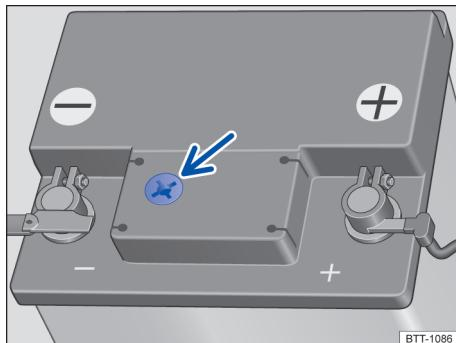

Fig. 182 No compartimento do motor: exemplo de posição do visor no lado superior da bateria do veículo.
- O visor redondo → Fig. 182 na parte superior da bateria do veículo muda de cor conforme o nível do eletrólito.